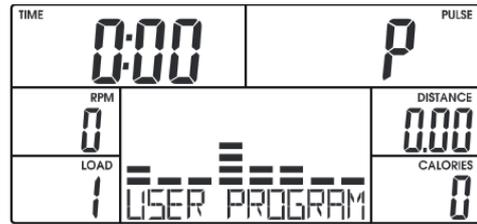

Abbildung 26
2. Legen Sie für jedes der acht Segmente einen Widerstand mit den +/- Tasten fest und bestätigen Sie jede Eingabe mit der MODE Taste (Abb. 26).